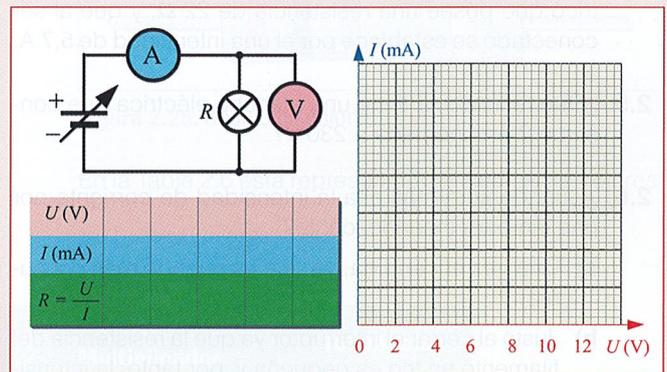

Figura 2.23.
2.3. Influencia de la temperatura en la resistencia. Conecta una lámpara de unos 12 V a una fuente de alimentación de C.C. de tensión regulable de 0 a 12 V (Figura 2.23). Conecta un voltímetro a la salida de la fuente e intercala un amperímetro en serie con la lámpara. Se trata de anotar en una tabla los datos obtenidos en el voltímetro y el amperímetro según se va aumentando la tensión aplicada por la fuente de 1 a 12 V. Si aumentamos la tensión de la fuente en un voltio, cada vez obtendremos doce resultados. Calcula el valor de la resistencia del filamento de la lámpara aplicando la ley de Ohm en cada una de las medidas tomadas y anota los resultados en la tabla. Podrás comprobar cómo el valor óhmico del filamento aumenta según aumenta la temperatura del filamento. Por último, lleva los valores a una gráfica y obtén la relación entre U e I . ¿Es lineal esta relación?